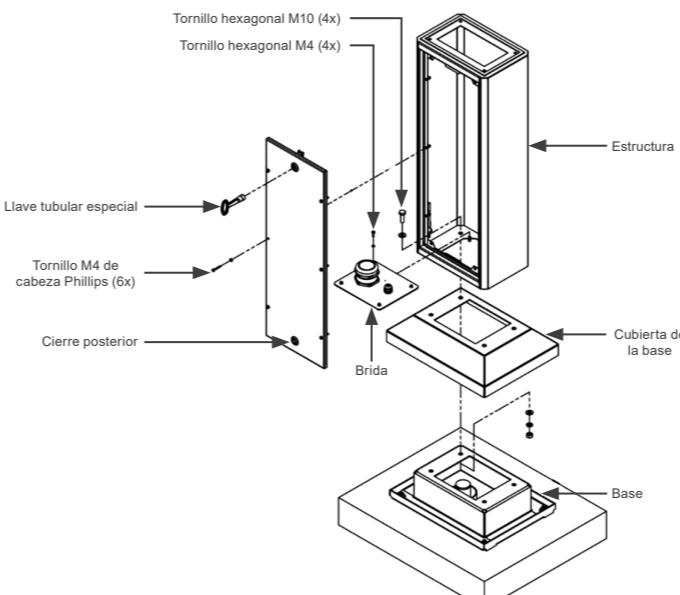

Figura 3.3: Vista posterior explotada del montaje
El montaje del tótem a la base de fijación del producto se muestra en la Figura 3.3. Se utilizan cuatro (04) tornillos hexagonales M10, suministrados con el producto. El par de apriete recomendado es de 35 Nm.